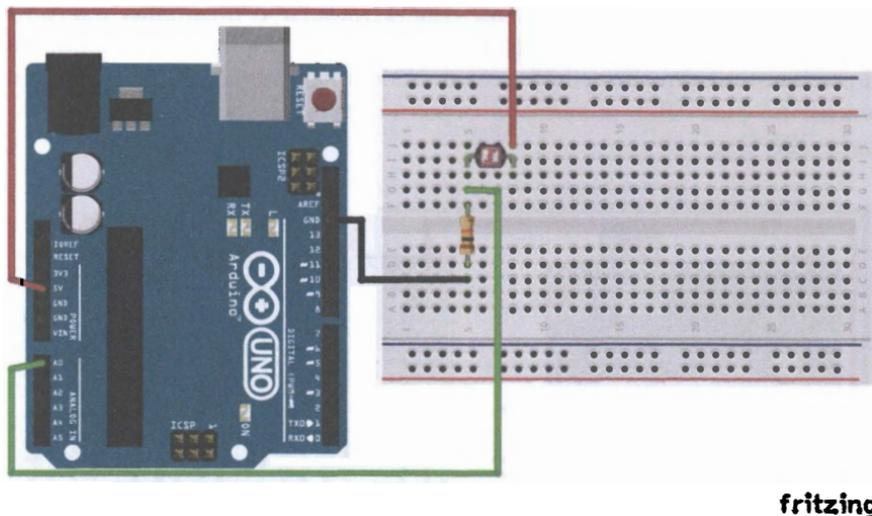

Рис. 13.2. Схема подключения фоторезистора к Arduino
Распространённое использование фоторезистора – измерение освещённости. В темноте его сопротивление довольно велико. Когда на фоторезистор попадает свет, сопротивление падает пропорционально освещённости. Схема подключения фоторезистора к Arduino показана на рис. 13.2. Для измерения освещённости необходимо собрать делитель напряжения, в котором верхнее плечо будет представлено фоторезистором, нижнее – обычным резистором достаточно большого номинала. Будем использовать резистор 10 кОм. Среднее плечо делителя подключаем к аналоговому входу A0 Arduino.
1. Подключаем фоторезистор по схеме на рис. 13.2.